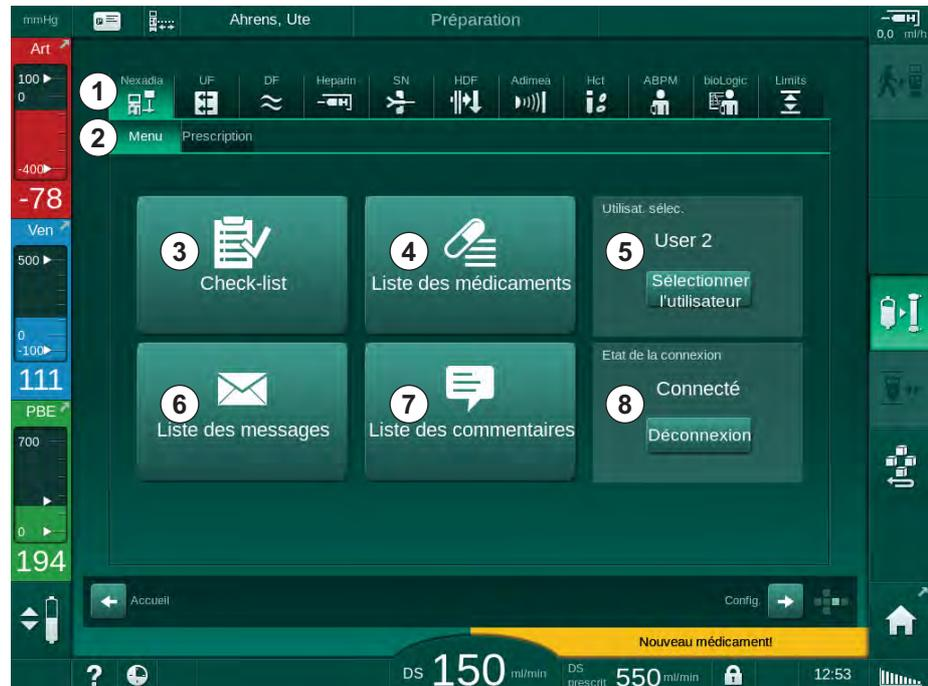

Fig. 11-34 Menu Nexadia sur l'écran *Entrée*
Lors de l'utilisation de Nexadia, l'appareil est en mesure d'envoyer et / ou de recevoir des informations (par ex. messages, commentaires et listes) entre l'appareil et le serveur de données. Il y a également une sélection de l'utilisateur. Ces fonctions sont gérées dans le menu Nexadia. Ce menu s'ouvre en touchant l'icône *Nexadia* (Fig. 11-34, ①) et le bouton *Menu* ② sur l'écran *Entrée*.
1. Appuyer sur *Sélection de l'utilisateur* dans le menu Nexadia (Fig. 11-34 Menu Nexadia sur l'écran Entrée (308), ⑤).
1. Toucher l'icône *Liste de commentaires* dans le menu Nexadia (Fig. 11-34 Menu Nexadia sur l'écran Entrée (308), ⑦).
1. Toucher l'icône *Check-list* dans le menu Nexadia (Fig. 11-34 Menu Nexadia sur l'écran Entrée (308), ③ ).
1. Toucher l'icône *Liste des médicaments* dans le menu Nexadia (Fig. 11-34 Menu Nexadia sur l'écran Entrée (308), ④).
1. Toucher l'icône *Liste de messages* dans le menu Nexadia (Fig. 11-34 Menu Nexadia sur l'écran Entrée (308), ⑥ ).